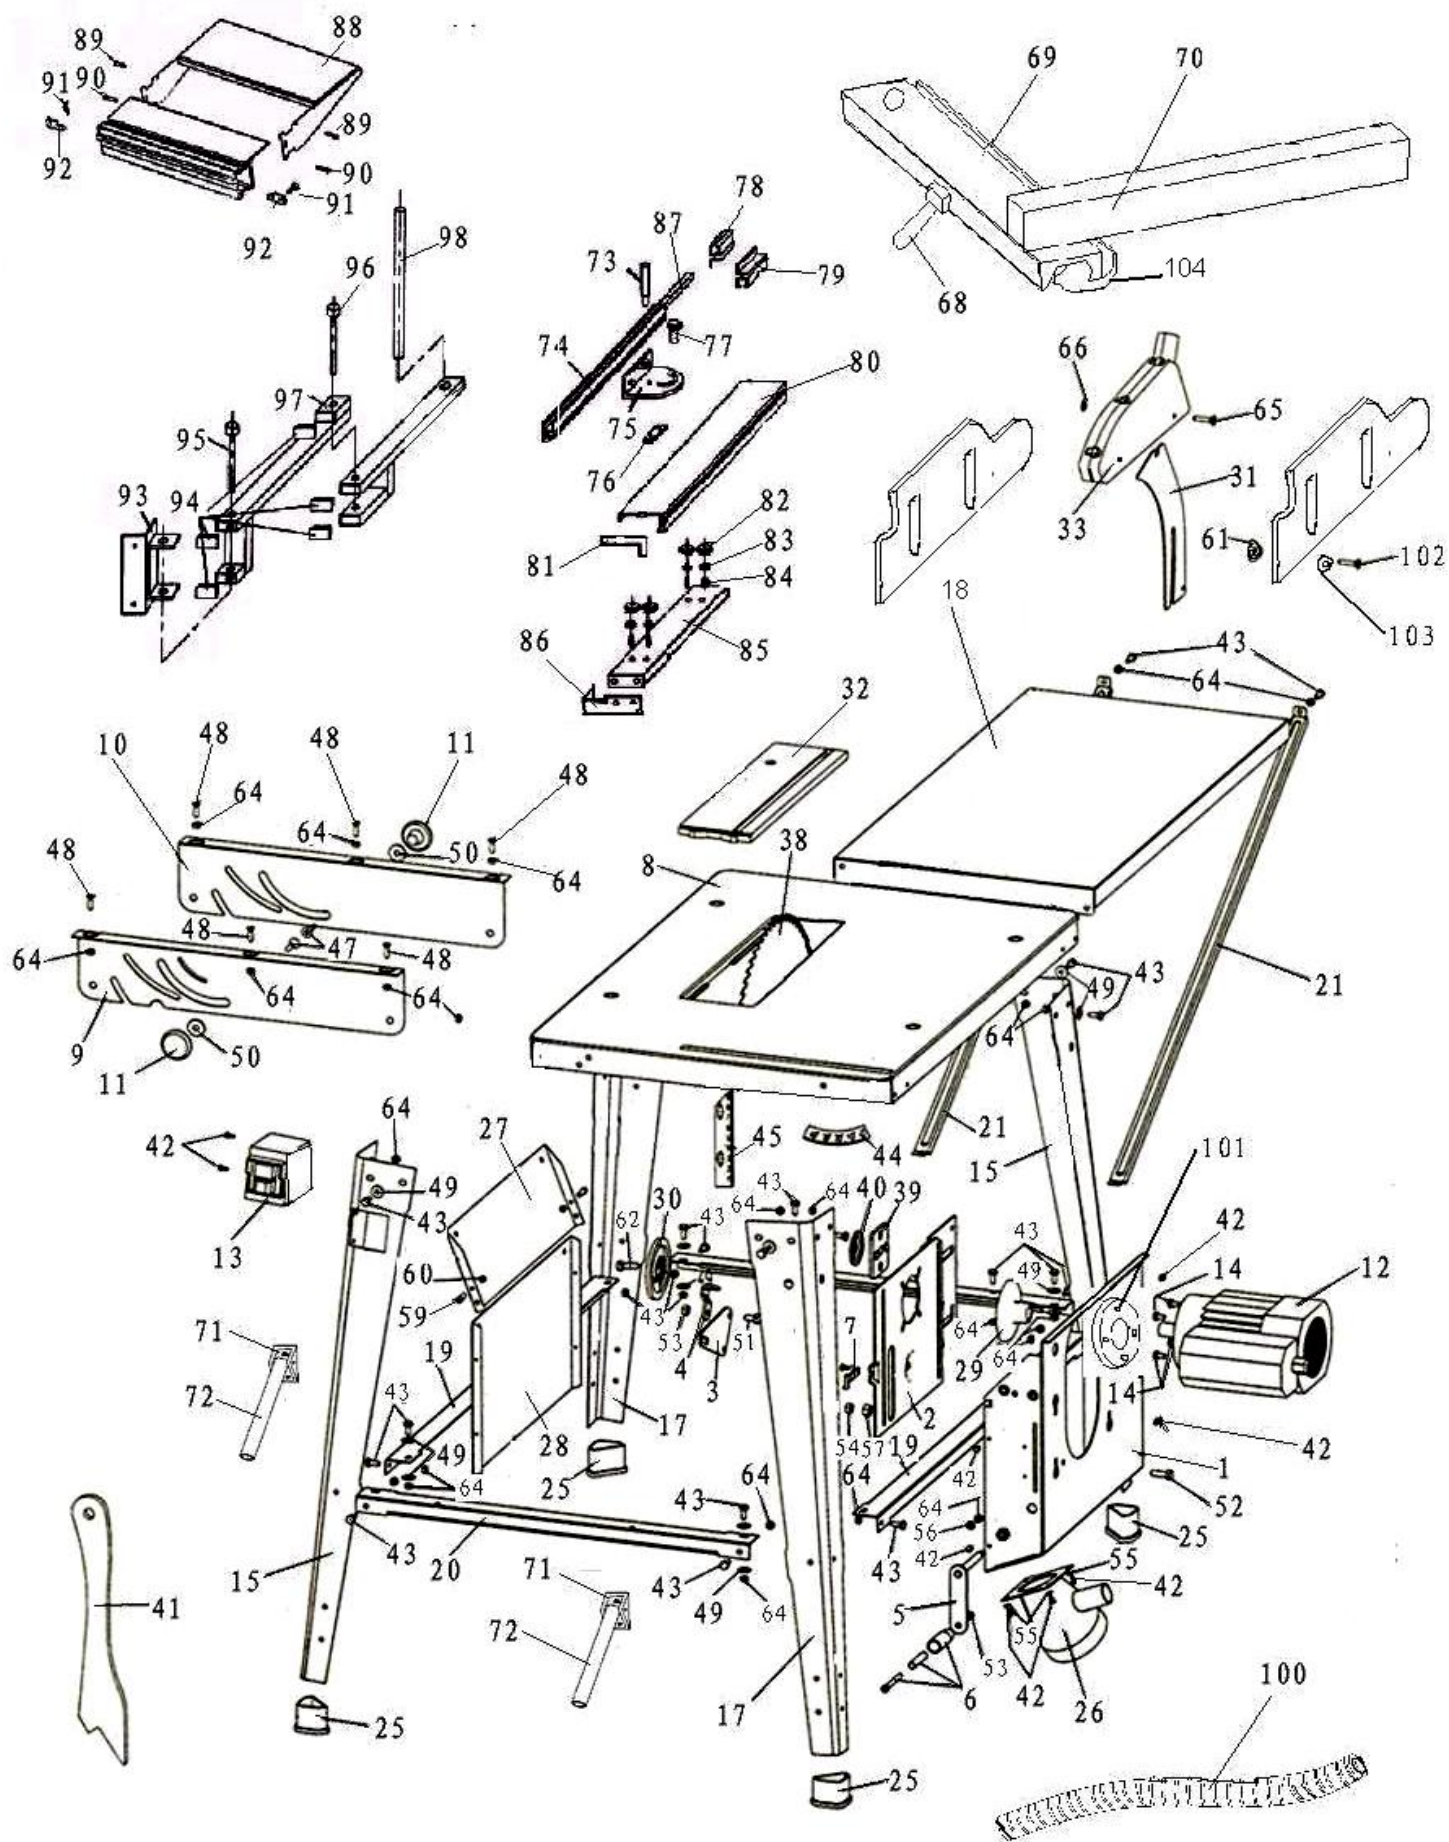

Рис. 1
7.2. Проверьте комплектность пилы согласно Рис.1.
8.1.2. Установите узел пилы (А) с рабочим столом на ровный пол (сборником опилок вверх), Рис.1.
8.1.24. Установите кронштейн шланга пылесборника (М), Рис.1. Шлангом (17) соедините защитный кожух (14) пильного диска (15) с патрубком пылесборника (20), Рис.2а,2б.
Детали сборки «Корвет 12» (Рис. 1)